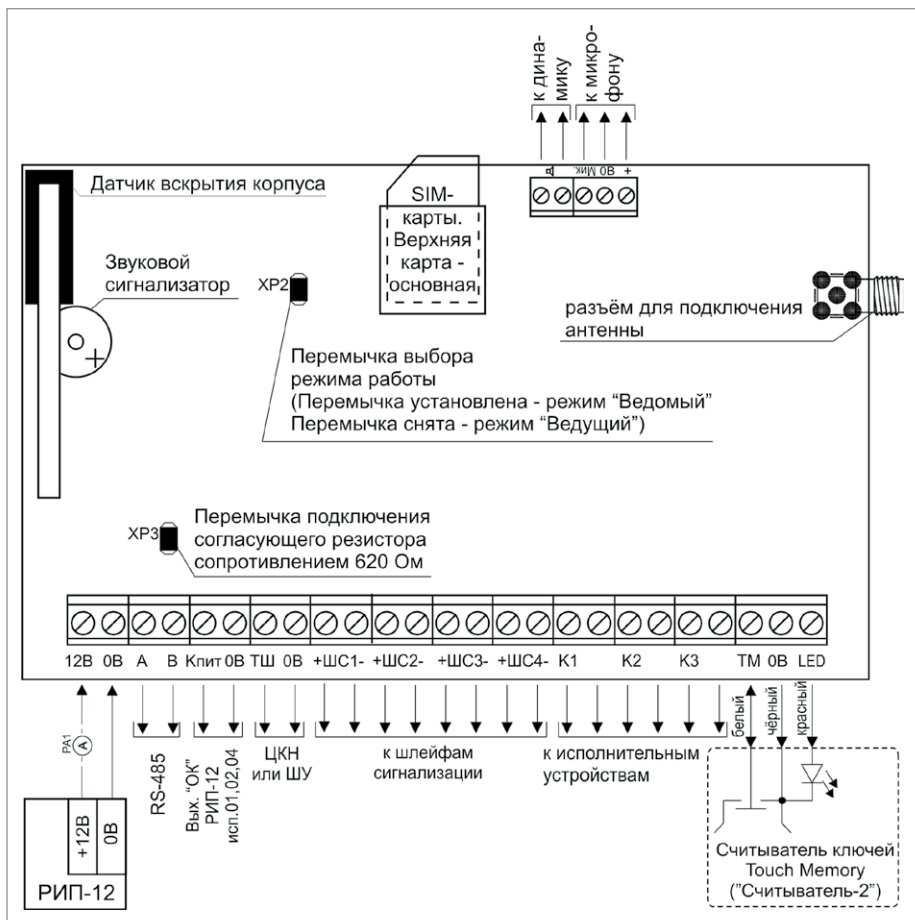

Рисунок 2. Схема внешних соединений «УО-4С исп.02»
2. Схема соединений при проверке приведена на рис. 2.
2.5. Подключите считыватель ключей Touch Memory в соответствии со схемой на рис.2.
- 2.12. По окончании проверки отключите от прибора внешние цепи и выполните подключение линий в соответствии с проектной документацией и схемой на рис. 2.